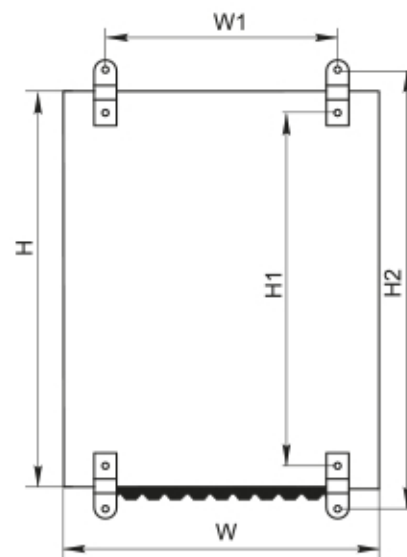

Рисунок 1 – Вид корпуса сзади
- 4.4 На задней стенке выполнены отверстия для навески на стену (рисунок 1).